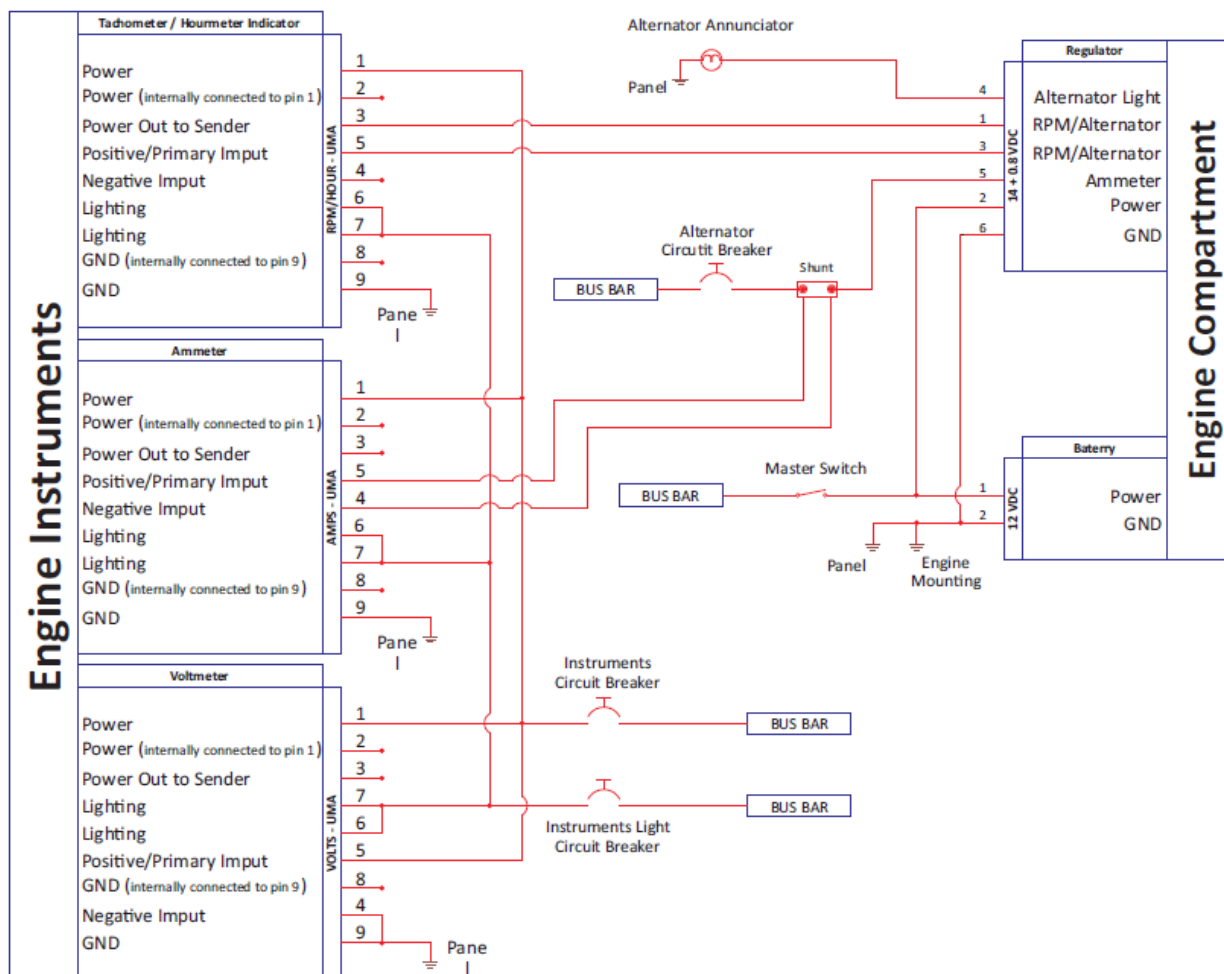

figura 77.10.1 – Diagrama elétrico (RPM, HR, VOLTS, AMPS)
O tacômetro (RPM), horímetro (HR), voltímetro (VOLTS) utilizados no Quasar possuem o diâmetro de 2¼". Aeronaves com Motores Jabiru empregam instrumentos "UMA Instruments" (P/N 19-519-106). O esquema elétrico é mostrado na figura 77.10.1 e no diagrama elétrico do capítulo 24.60.